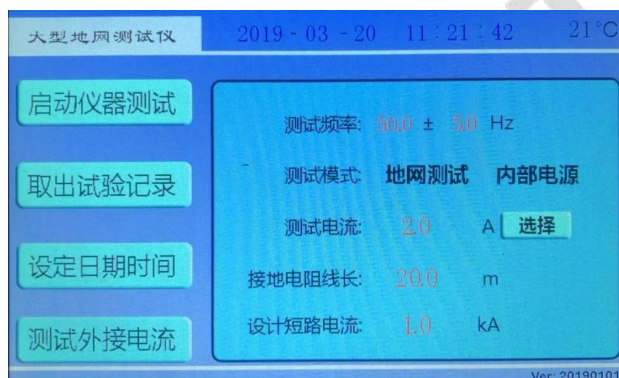
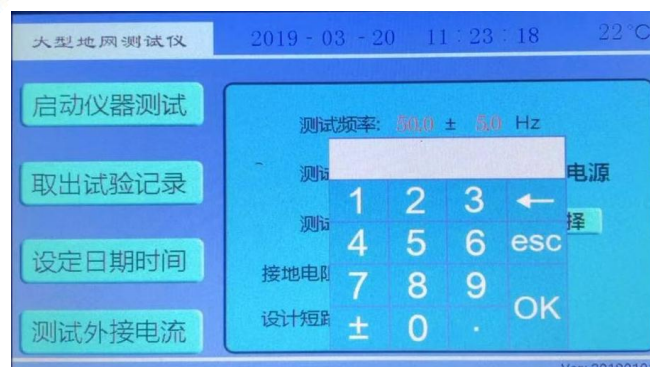
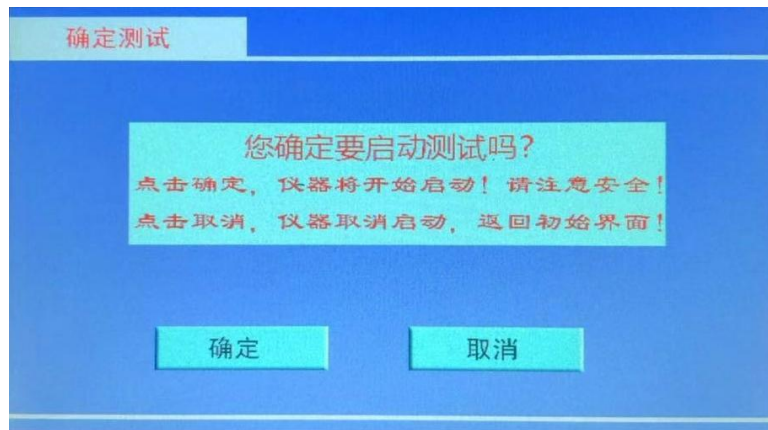
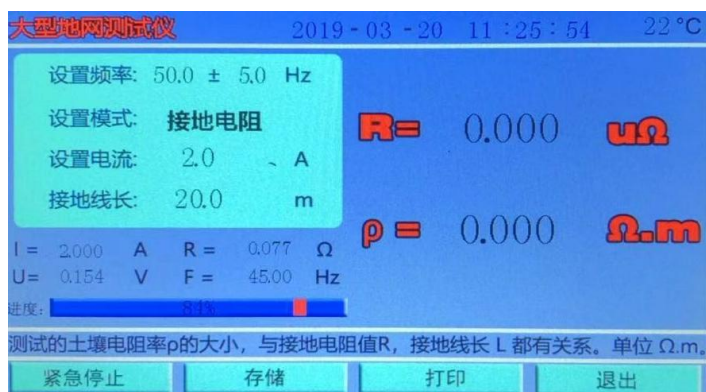

图 5 开机界面
图9 红色数字参数修改界面
图 10 测试确认界面
图 15 接地电阻测试界面
1. 打开电源开关，计算机进行自检，几秒钟后，液晶屏显示中文主菜单如图 5 所示，表示自检成功。
7) 开机界面(图 5)下，红色数字的修改。如测试频率等项目，只需要使用触屏笔或手指点击，就可弹出数字键盘，然后修改即可。（图 9）
在开机界面(图 5)下，测试模式选择**地网测试**，使用触屏笔或手指点击**启动仪器测试**，出现测试确认界面（图 10）：
点击**确定**，将开始升流测试。**请确认已经接好测试线**，此时将出现**地网测试**界面(图 11)。点击**取消**，仪器将返回开机界面(图 5)。
此时按下**退出**, 返回到开机界面(图 5)。按下**打印**, 打印出结果。
在开机界面(图5)下, 测试模式选择**接地电阻**, (线长一般选择20米) 使用触屏笔或手指点击启动**仪器测试**, 出现测试确认界面(图14):
点击**确定**, 将开始升流测试. **请确认已经接好测试线**. 此时将出现**接地电阻**测试界面(图15)。点击**取消**, 仪器将返回开机界面(图5)。